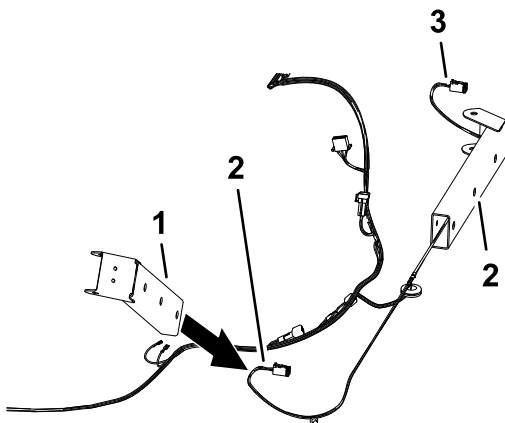

Bild 10
1. Montieren Sie die zwei Befestigungen der Arbeitsscheinwerfer am Kabelbaumzweig (112 cm) und Kabelbaumzweig (99 cm), wie in Bild 10 abgebildet.